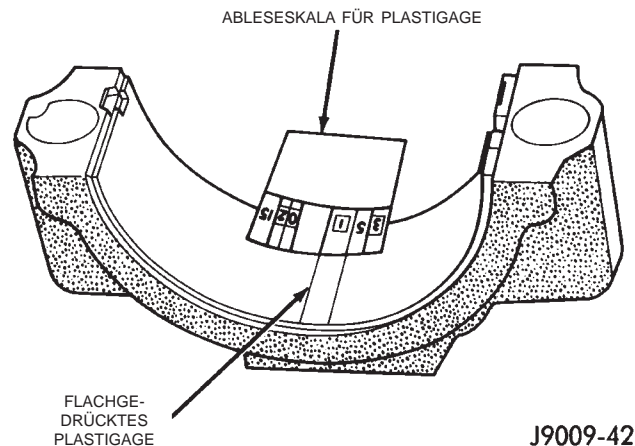

Abb. 17 Lagerspiel mit Plastigage messen
(5) Untere Lagerschale in den Lagerdeckel einlegen. Die untere Lagerschale muß trocken montiert werden. Im mittleren Auflagebereich des Lagerdeckels einen Faden Plastigage quer über die volle Breite der unteren Lagerschale legen. Die Plastigage-Masse darf nicht krümeln. Falls die Masse spröde ist, frische Ware beschaffen.
(6) Lagerdeckel und Pleuel auf dem Lagerzapfen montieren und Muttern mit einem Anzugsmoment von 45 N·m (33 ft. lbs.) festziehen. Kurbelwelle NICHT drehen. Dadurch verschmiert der Plastigage-Faden, was zu einer ungenauen Anzeige führt.
(7) Lagerdeckel abbauen und das Spiel zwischen Lager und Lagerzapfen durch Messen der Breite des flachgedrückten Plastigage-Fadens bestimmen (Abb. 17). Zum vorgeschriebenen Spiel siehe technische Daten des Motors. **Die Messung mit Plastigage muß auf der gesamten Breite der Lagerschale das gleiche Spiel ergeben. Ungleichmäßiges Spiel kann folgende Ursachen haben: kegeliger Lagerzapfen, verbogenes Pleuel oder zwischen Lagerschale und Lagerdeckel bzw. Pleuel eingeschlossene Fremdkörper.**
(8) Wird das richtige Spiel angezeigt, brauchen die Lagerschalen nicht ausgetauscht zu werden. Plastigage-Streifen von Kurbelwellenlagerzapfen und Lagerschale entfernen. Die Montage fortsetzen.
(9) Falls das Spiel zwischen Lager und Lagerzapfen nicht im Sollwertbereich liegt, ein Paar Lagerschalen für das Untermaß 0,0254 mm (0,001 Zoll)